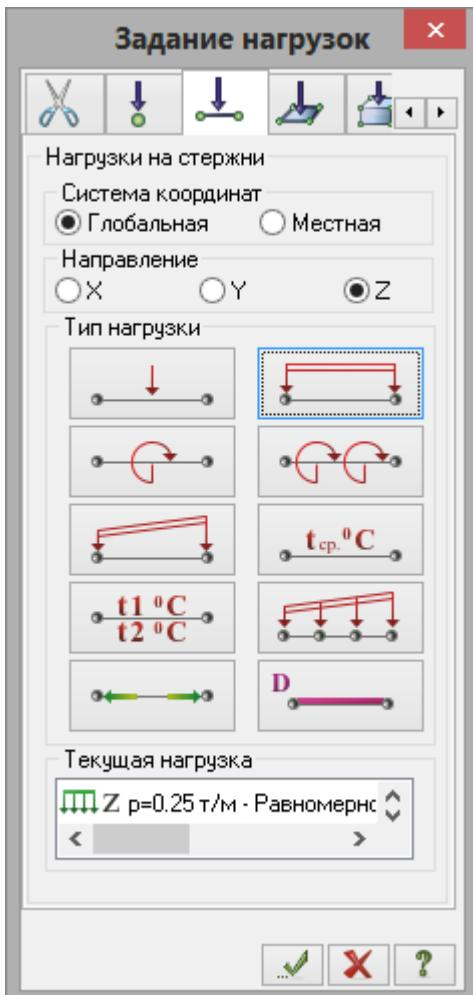

Рис.5.18. Диалоговое окно Задание нагрузок
- После этого вызовите диалоговое окно **Задание нагрузок** на закладке **Нагрузки на стержни** (рис.5.18), выбрав команду  – **Нагрузка на стержни** в раскрывающемся списке **Нагрузки на узлы и элементы** (панель **Нагрузки** на вкладке **Создание и редактирование**).